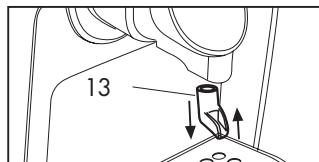

Abb. 20
Die Düse (13) aus dem Sitz nach unten ziehen. Sorgfältig waschen und Kaffeerückstände entfernen. Nach der Reinigung, die Düse wieder in ihren Sitz bis zum Anschlag drücken. (**Abb. 20**)